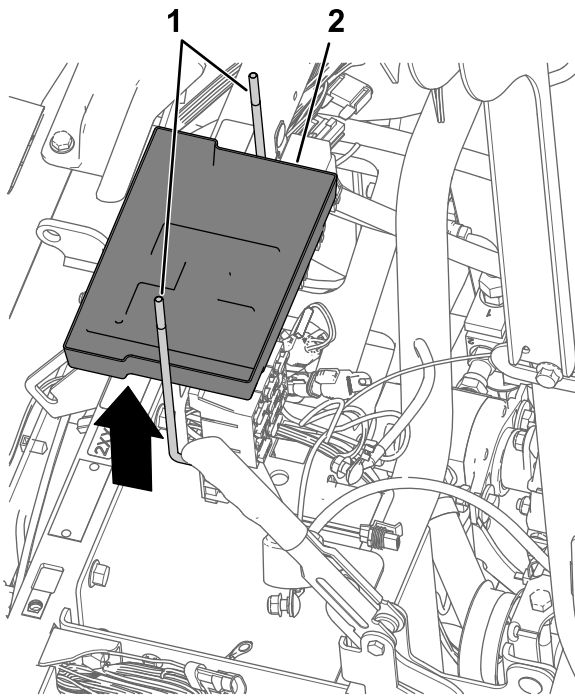

Figura 173
5. Retire los 2 pernos en J y la bandeja de la batería del soporte de la batería (Figura 173).